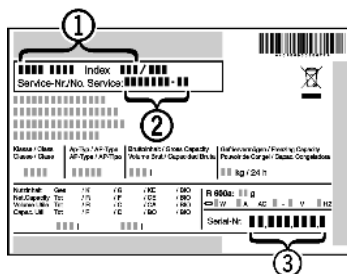

Fig. 10
- Наименование устройства *Fig. 10 (1)*, сервисный № *Fig. 10 (2)* и серийный № *Fig. 10 (3)* считайте с заводской таблички. Заводская табличка находится внутри устройства слева.
- Обратитесь в сервисную службу и сообщите вид неисправности, наименование устройства *Fig. 10 (1)*, сервисный № *Fig. 10 (2)* и серийный № *Fig. 10 (3)*.